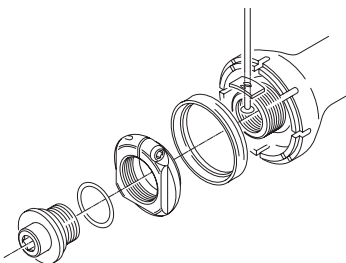

Fig. 49
- 2) Inserite il raggio e la piastrina nell'apposita sede sul lato del mozzo facendo attenzione che il lato con la tacca sulla faccia convessa della piastrina rimanga rivolto verso l'esterno del mozzo (Fig. 49).
- 2) Fit the spoke and the plate in the special seat on the side of the hub, making sure that the side with the notch on the convex face of the plate faces outwards from the hub (Fig. 49).
2) Die Speiche und das Plättchen in den vorgesehenen Sitz auf der Seite der Nabe einsetzen und darauf achten, daß die konvexe und mit einer Kerbe versehene Seite des Plättchens von der Nabe nach außen hin gerichtet ist (Abb. 49).
2) Introduisez le rayon et la plaquette dans le logement prévu à cet effet sur le côté du moyeu en veillant à ce que le côté avec l'encoche sur la surface convexe de la plaquette reste tourné vers l'extérieur du moyeu (Fig. 49).
- 2) Meter el radio y la placa en el asiento correspondiente en el lado del buje, prestando atención a que el lado con la ranura en la cara convexa de la placa quede hacia el exterior del buje (Fig. 49).
- 2 - Bevestig de spaak en het plaatje in de uitsparing van de naaf. Overtuig uzelf ervan dat de uitsparing naar de buitenkant van de naaf wijst (fig. 49).